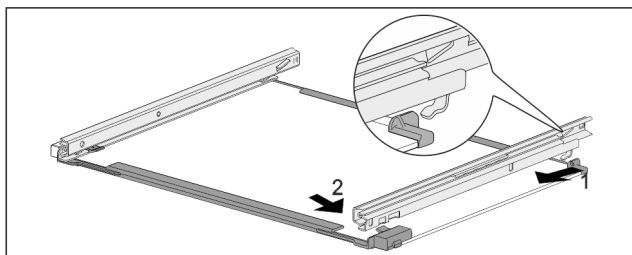

Fig. 180 Staklena ploča s vodilicama
- ▶ Zakvačite vodilicu sa stražnje strane. Fig. 180 (1)
- ▶ Uglavite vodilicu s prednje strane. Fig. 180 (2)